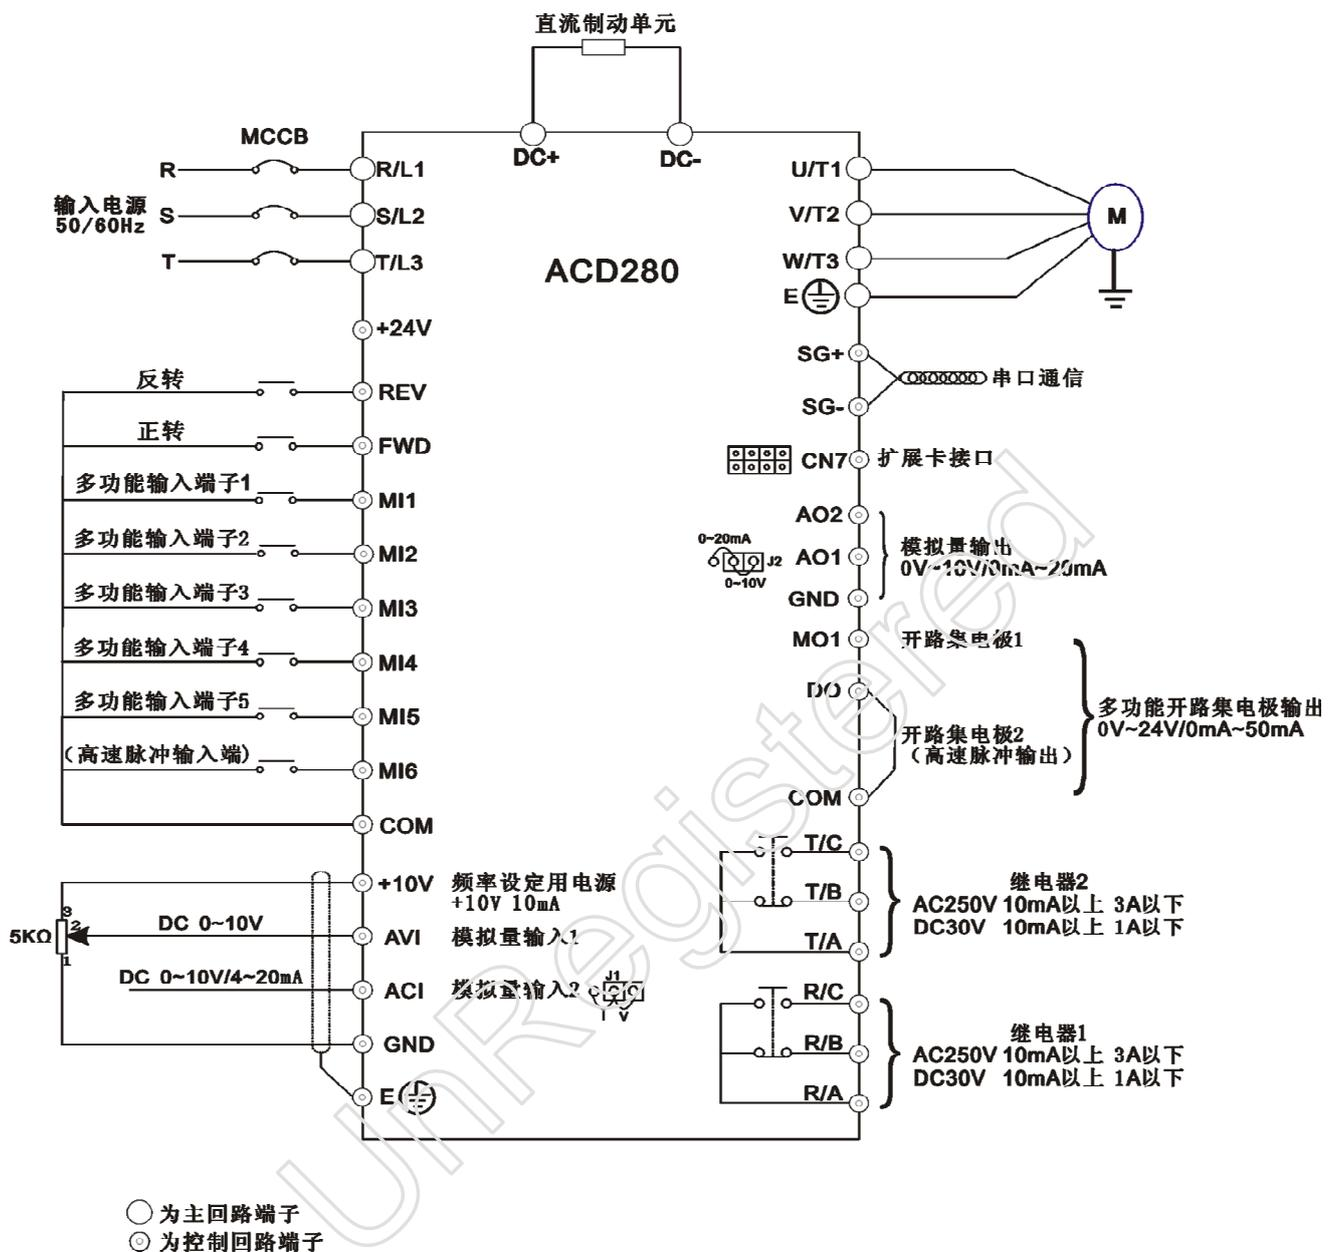

图 3-6 基本配线图
- (1) 接线前，确保已完全切断电源 10 分钟以上，否则有触电危险。
- (2) 严禁将电源线与变频器的输出端 U/T1、V/T2、W/T3 连接。
- (3) 变频器本身机内存在漏电流，中大功率变频器整机的漏电流大于 5mA，为保证安全，变频器和电机必须安全接地，接地线一般线径为 14~12AWG 铜线，接地电阻小于 10 Ω。
- (4) 变频器出厂前已通过耐压试验，用户不可再对变频器进行耐压试验。
- (5) 变频器与电机之间不可加装电磁接触器和吸收电容或其它阻容吸收装置，如图 3-6。
- (6) 为提供输入侧过电流保护和停电维护的方便，变频器应通过中间继电器与电源相连。
- (7) 继电器输入及输出回路的接线(MI1、MI2、MI3、MI4、MI5、MI6、AO1、AO2、DO、MO1、FWD、REV 等)，应选用 22~16AWG 绞合线或屏蔽线，屏蔽层一端悬空另一端与变频器的接地端子  相连，接线长度小于 20m。